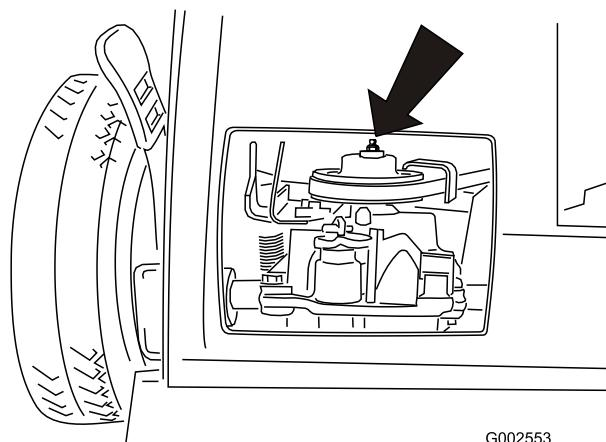

Figura 22
- Conecte una pistola de engrasar en el punto de engrase a través del hueco de la cubierta de la correa (Figura 22).